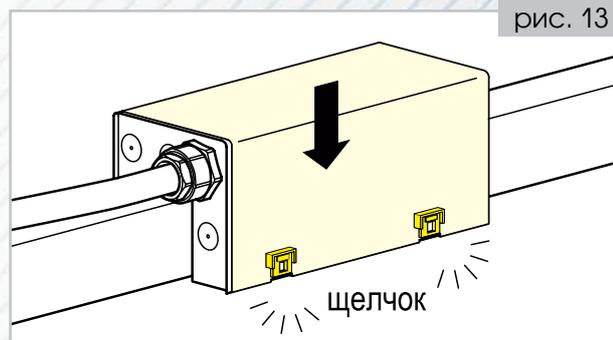

рис. 13
- Зажать кабельный зажим до полного прилегания к кабелю, надеть и защелкнуть крышку отсека питания. **(рис.13)**